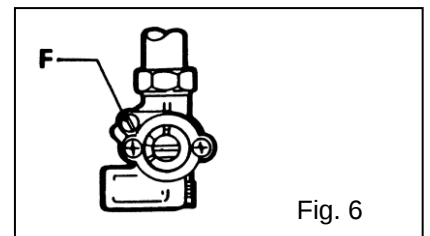

Fig. 6
5.1.3 Réglage des minimums (Fig. 6)
5.2.3 Réglage des minimums (Fig. 6)